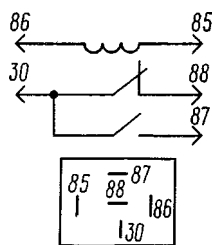

Рис. 358. Электрическая схема реле 11.3747.010
- реле комбинированные типа 11.3747.010 (рис. 358).